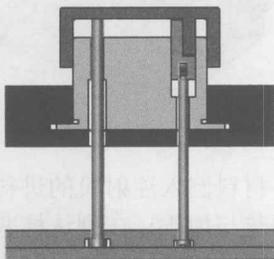

图 1-6 推出机构
- 推出机构：在开模过程中将塑料制品及浇注系统凝料推出或拉出的装置，如推杆、推管、推杆固定板、推件板等，如图 1-6 所示。